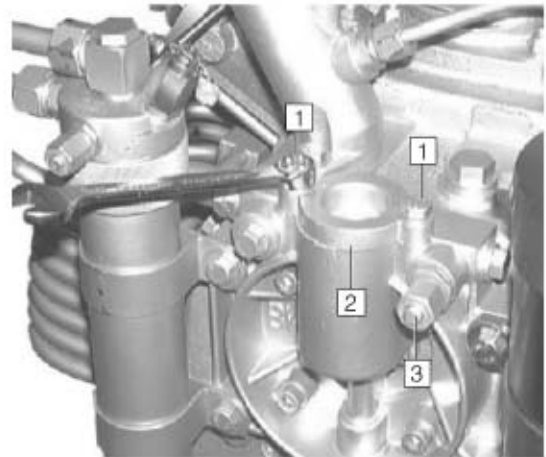

图 39 取下油盖
- 用13mm扳手旋下2颗螺丝(图39中1)，取下盖子。
启动压缩机，将所有排水阀打开，使压缩机不能起压。旋开螺丝帽及塞子（3，图39）三圈，等待直到流出来的润滑油内没有气泡，把螺丝及塞子装回原位并拧紧。